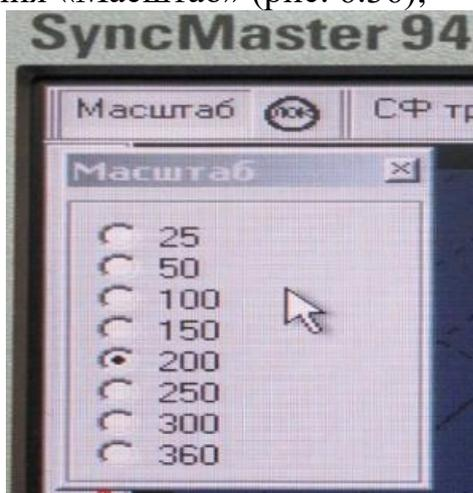

Рис. 6.36. Окно управления «Масштаб»
- установка фиксированного масштаба с помощью выбора конкретного значения в окне управления «Масштаб» (рис. 6.36);